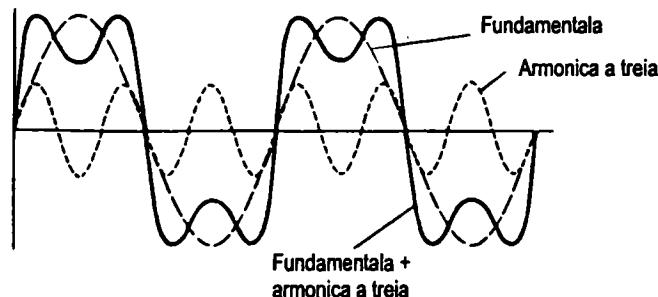

Figura 3.6 Fundamentală + armonica a treia (formă de undă aproximează o undă pătrată)
1. Fundamentală + armonica a treia (figura 3.6).